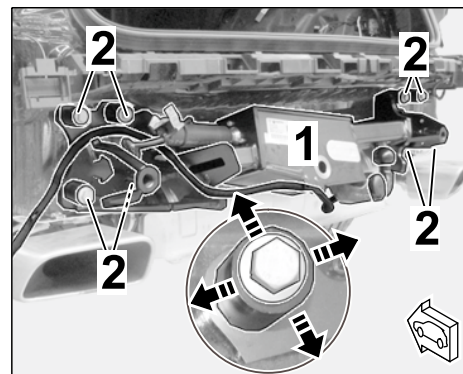

Рис. 7
2.1.2 Выровнять направляющие винтов тягово-сцепного устройства (8 шт.) симметрично по отношению к 8 головкам винтов M12 x 1,5 x 90 (⇒ Рис. 7 -лупа-).